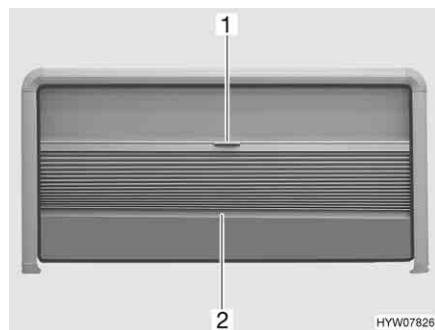

Fig. 52 Tendina oscurante pieghevole e zanzariera a rullo (finestra apribile)
**Chiusura:** ■ Afferrare la tendina oscurante pieghevole al centro dell'asta di chiusura (Fig. 52,2) e tirare delicatamente verso il basso.
**Apertura:** ■ Tenere la parte centrale dell'asta di chiusura (Fig. 52,2) della tendina oscurante pieghevole e spingere quest'ultima verso l'alto con cautela.
**Chiusura:** ■ Tirare la zanzariera a rullo verso il basso utilizzando la maniglia (Fig. 52,1).
**Apertura:** ■ Spingere la zanzariera a rullo completamente verso l'alto utilizzando la maniglia (Fig. 52,1).